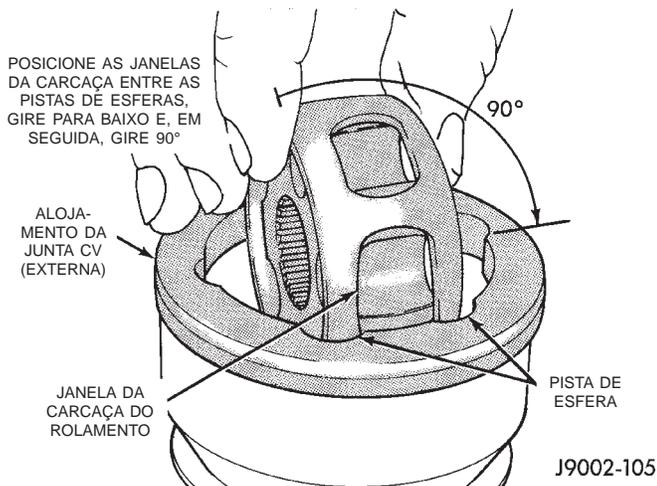
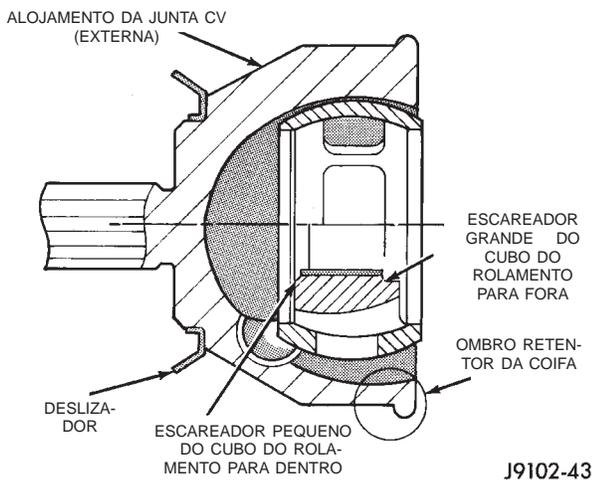

Fig. 20 Instalação da Carcaça e Cubo do Rolamento
Fig. 21 Carcaça e Cubo do Rolamento Instalados no Alojamento
(4) Insira a carcaça/cubo do rolamento no alojamento (Fig. 20). Gire a carcaça/cubo 90° para completar a instalação (Fig. 21).